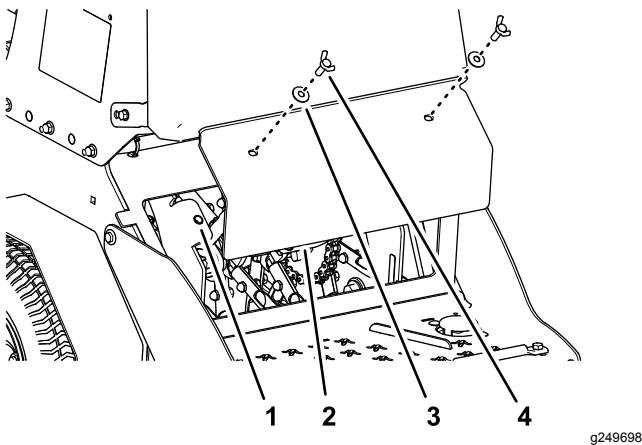

Bild 61
3. Entfernen Sie die beiden Rändelschrauben (3/8" x 1") und die beiden Unterlegscheiben (3/8"), mit denen die hintere Abdeckplatte am Chassis befestigt ist, und nehmen Sie die Abdeckplatte ab (Bild 61).
6. Fluchten Sie die Löcher in der hinteren Abdeckplatte mit den Löchern im Chassis aus (Bild 61).
7. Befestigen Sie die Abdeckplatte mit den beiden im Schritt 3 entfernten Rändelschrauben und Unterlegscheiben (Bild 61) und ziehen Sie die Schrauben auf ein Drehmoment von 37 - 45 Nm an.